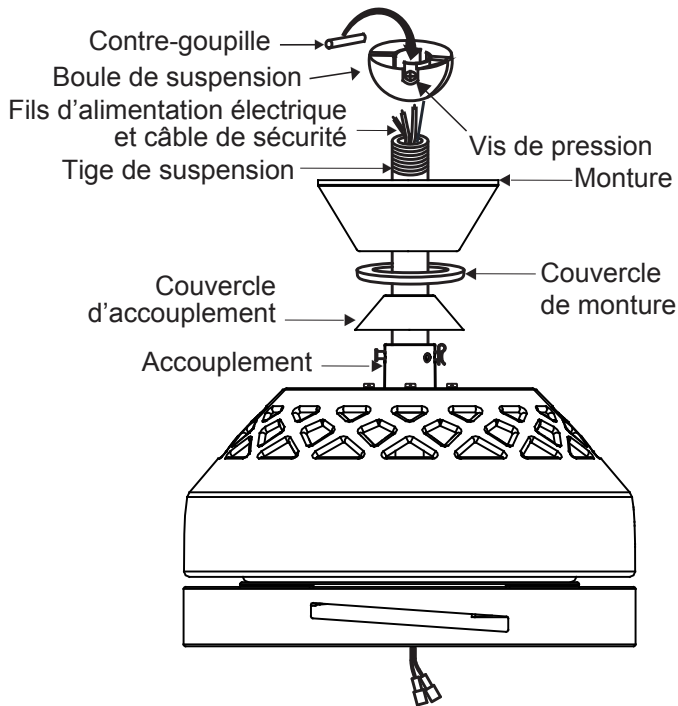

Fig. 9
Étape 8. Faites glisser le couvercle de l'accouplement, le couvercle de montage et la monture sur la tige de suspension. (Fig. 9)
Vissez la boule de suspension sur la tige de suspension, insérez la contre-goupille dans la tige de suspension et serrez. Serrez maintenant la vis de pression. (Fig. 9)